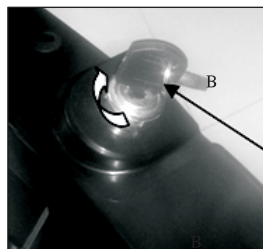

Abb. 2C B. Schlüssel
c) Elektrisch starten: Stecken Sie den Zündschlüssel hinein und drehen Sie ihn im Uhrzeigersinn, um die elektronische Zündung zu starten (Abb. 2C).